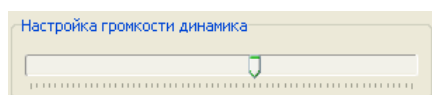

Рисунок 23 - Установка громкости громкоговорителя БЭВС
- В области «Настройка громкости динамика» перемещением указателя задать уровень громкости громкоговорителя блока БЭВС (рисунок 23). Крайнее левое положение соответствует самому низкому уровню громкости, а крайне правое — самому высокому уровню громкости.